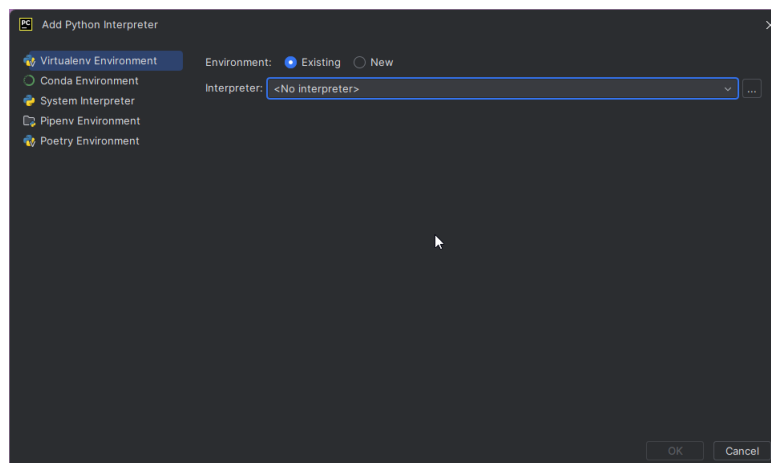

Abbildung 2.1: Python Interpreter hinzufügen
6. Stellen Sie sicher, dass das richtige Python-Interpreter aus Ihrer virtuellen Umgebung ausgewählt ist. Wählen Sie unter „Python interpreter“ die Option „Existing interpreter“ und navigieren Sie zum ‘venv/scripts/python.exe‘ Ihrer Projektumgebung. S. Abb. 2.1 & 2.2